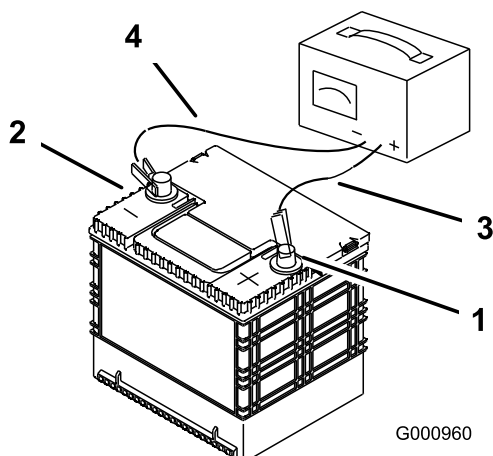

Figura 40
2. Cuando la batería esté completamente cargada, desconecte el cargador de la toma de electricidad, luego desconecte los cables del cargador de los bornes de la batería (Figura 40).